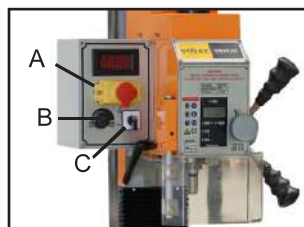

Рис. 12
**Магнитный переключатель (А, Рис. 12)** имеет функцию аварийной остановки и функцию защиты с танка и электрических компонентов. Зеленая кнопка с пометкой «I» предназначена для запуска двигателя, красная кнопка с надписью «O» предназначена для остановки двигателя.
**Регулятор скорости (В, Рис. 12)** повернуть по часовой стрелке, чтобы увеличить скорость вращения шпинделя, повернуть против часовой стрелки, чтобы уменьшить скорость вращения шпинделя. Для остановки двигателя
**Переключатель вперед/реверс (F/R) (С, Рис. 12)** для переключения направления изменить положение переключателя. F – прямое направление, R – обратное направление.